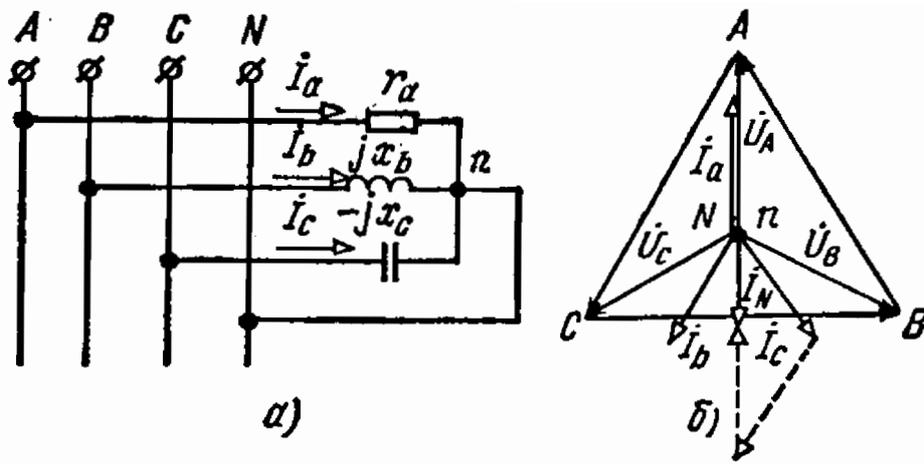

Рис. 6.10
6.10. К зажимам четырехпроводной сети с фазным напряжением 127 В подключен несимметричный приемник (рис. 6.10, а), сопротивления фаз приемника $r_a = x_b = x_c = 25,4 \text{ Ом}$.
Векторная диаграмма приведена на рис. 6.10, б.
6.12. Несимметричный трехфазный приемник включен в четырехпроводную цепь с фазным напряжением генератора 127 В (см. рис. 6.10, а). При номинальном режиме фазные токи приемника соответственно равны: $I_a = I_b = I_c = 5$ А.